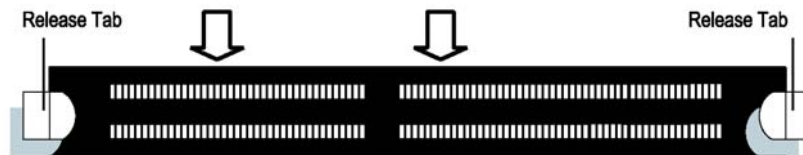

Figura 7. Installazione dei moduli di memoria DIMM
2. Individuare sulla scheda madre la posizione degli zoccoli contenenti i moduli DIMM della memoria di sistema. (moduli DIMM hanno un verso unico di inserimento e hanno una o due chiavi a seconda se SDRAM o DDR RAM, le quali permettono l'inserimento nello zoccolo in un solo verso vedi figura 7).